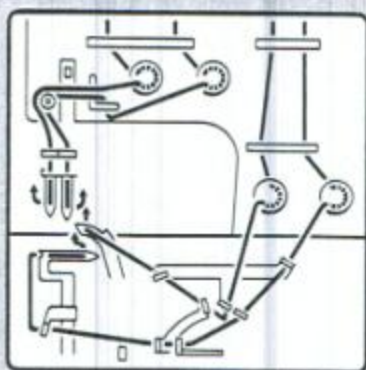

Fig. 1
3. Volg nu zorgvuldig het inrijgschema zoals dat staat aangegeven op de inrijgkaart aan de voorzijde van de machine (Fig. 1) en geleid iedere draad door de draadgeleiders waarop dezelfde symbolen staan vermeld. Wanneer u de machine niet juist inrijgt kunt u problemen ontmoeten zoals het overslaan van steken en het breken van de draad.